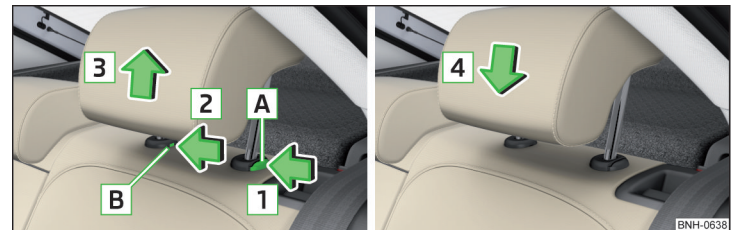

Abb. 72 Kopfstütze hinten herausnehmen/einsetzen
- Zum **Herausnehmen** die Sicherungstaste **A** in Pfeilrichtung **1** halten, gleichzeitig mit einem Schlitzschraubendreher (mit einer Breite von max. 5 mm) die Sicherungstaste in der Öffnung **B** in Pfeilrichtung **2** drücken und die Stütze in Pfeilrichtung **3** herausnehmen » **Abb. 72**.